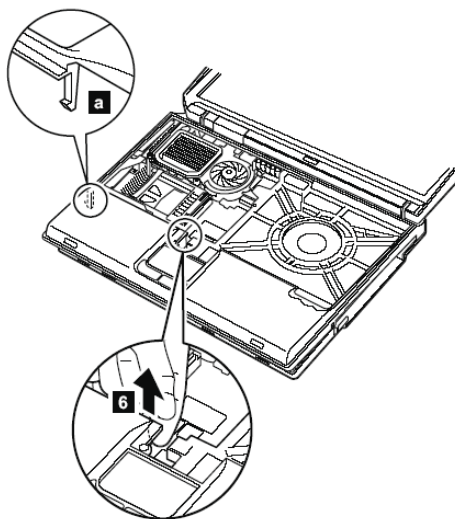

图 6-24 面板上的挂钩
4) 在移出面板之前要注意观察面板与底板之间是否有挂钩，如图 6-24 所示。不少初学者在没有拆卸或松开挂钩时就开始拆卸，容易造成面板损坏。